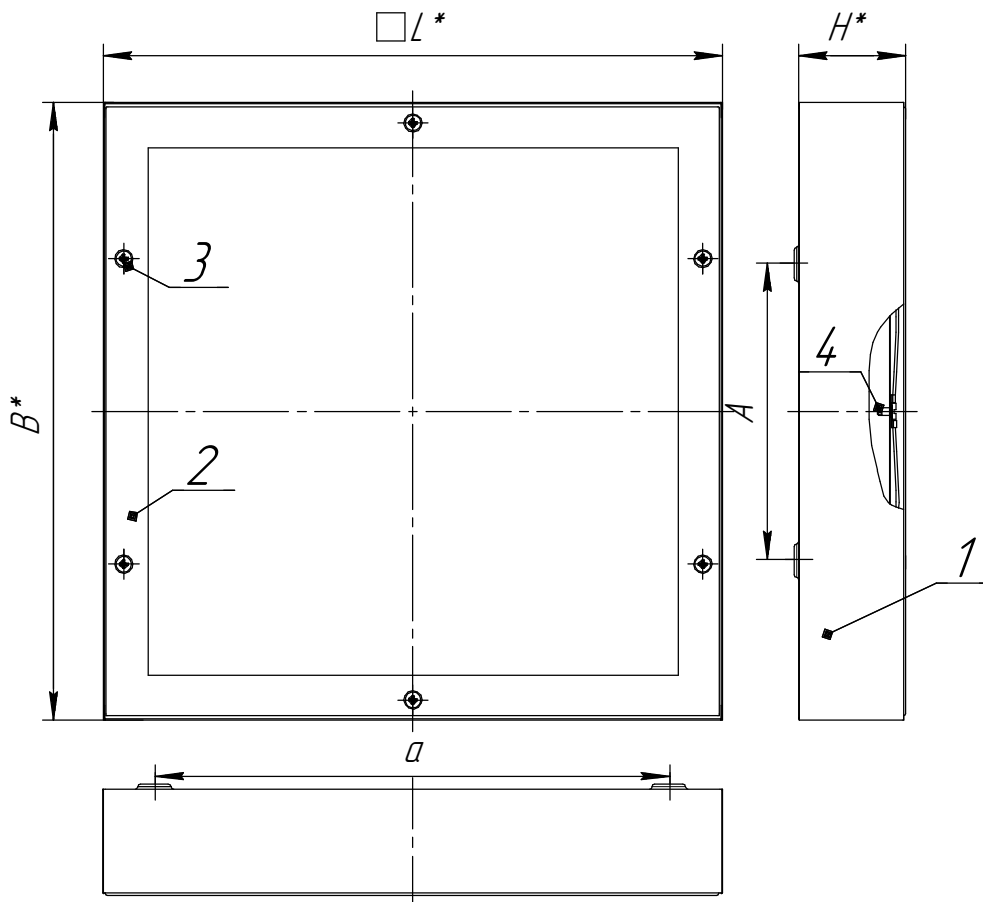

Рисунок 1: 1. Корпус в сборе,
4.1 Светильник состоит: из корпуса в сборе поз.1, в котором размещена электрическая схема; обечайки в сборе поз.2 которая закреплена на корпусе в сборе при помощи винтов поз.3 рисунок 1.
6.2. Снимите обечайку в сборе поз.2 рисунок 1 предварительно открутив 6 винтов поз.3. Обечайка в сборе повиснет на 2-х оконцевателях закрепленных на корпусе в сборе при помощи винта поз.4.
6.7. Установите обечайку в сборе поз.2 рисунок 1 на корпус в сборе поз.1, закрутив 6 винтов при помощи отвертки поз.3.